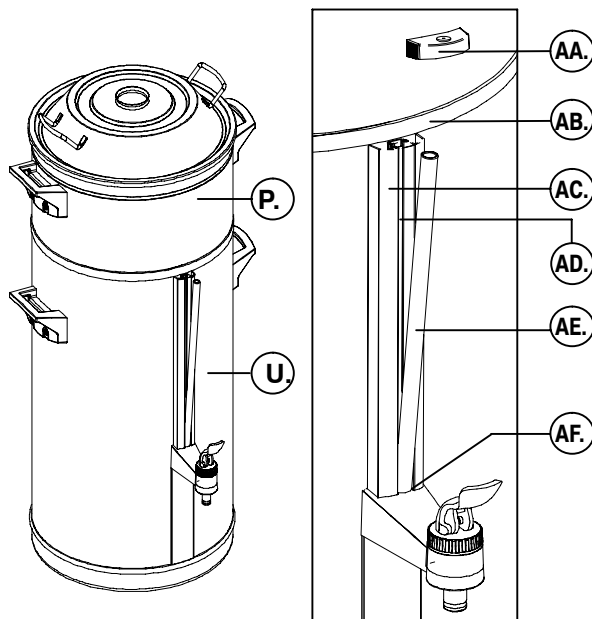

Fig. 8 Rengjøring av nivåglasset
- Rengjør nivåglasset (fig.8):